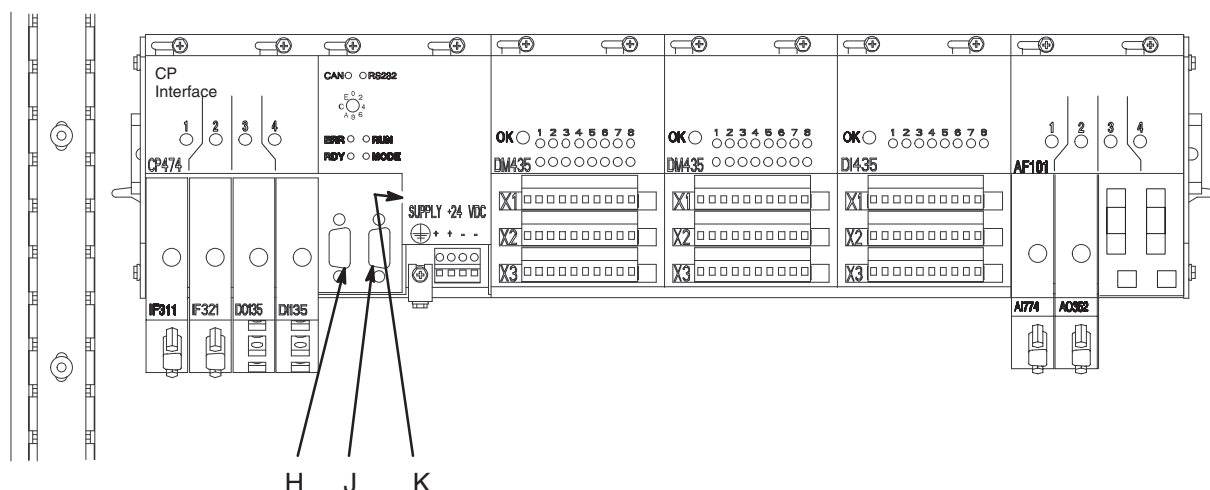

Fig. 11.2
3. Pour accéder au couvercle de la pile, débrancher les câbles des ports de communication de l'automate, CAN (H) et RS232 (J). Voir Fig. 11.2.
5. Enlever le couvercle de la pile (K). Tirer doucement sur le ruban de la pile jusqu'à ce qu'elle sorte de son logement.
6. Mettre la pile neuve (réf. 114836) dans son logement en plaçant le ruban sous la pile. Remettre le couvercle de la pile (K).